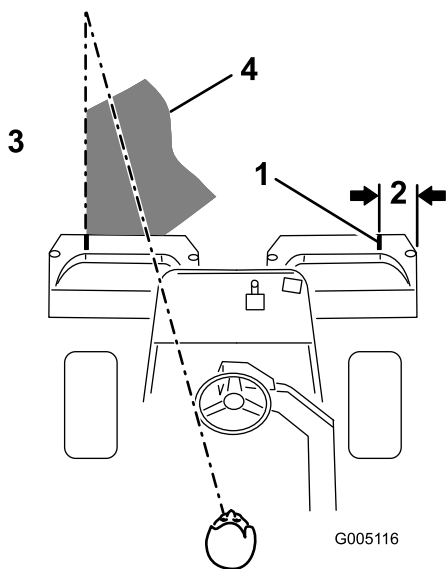

Figura 26
**Nota:** Para cortar em linha reta ao longo do relvado e de modo a conseguir manter uma distância equitativa entre a extremidade da zona de corte anterior, imagine uma linha de visão de aproximadamente 1,8 a 3 metros à frente da máquina até a extremidade da zona por cortar (Figura 26). Inclua a borda exterior da roda motriz na linha de visão; por exemplo, mantenha a borda da roda motriz alinhada com um ponto que se mantém sempre à mesma distância da dianteira da máquina.